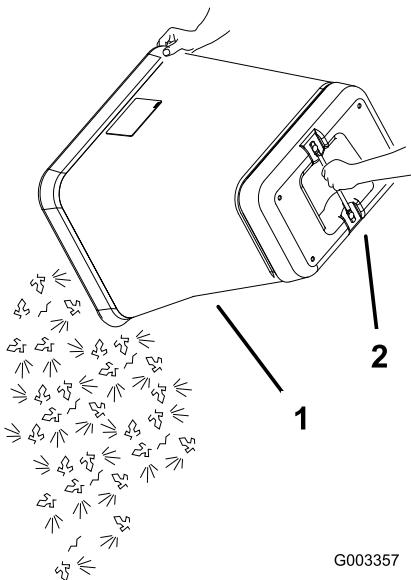

図 13
- バッグの下についている取っ手を握り、バッグを上下逆さまにして刈かすを捨てる図13。